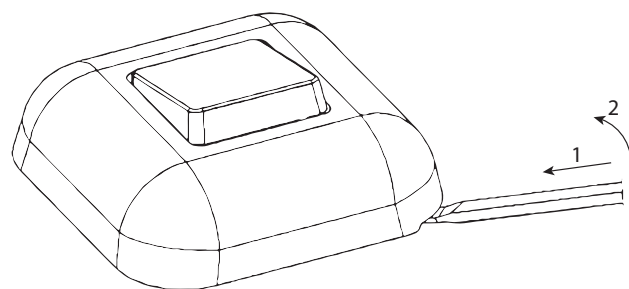

Figure 7.1: Retrait de la lunette
2. Insérez un petit tournevis à tête plate comme indiqué sur la Figure 7.1 et soulevez-le doucement jusqu'à ce qu'il dépasse la languette de montage, puis retirez l'interrupteur de son boîtier.